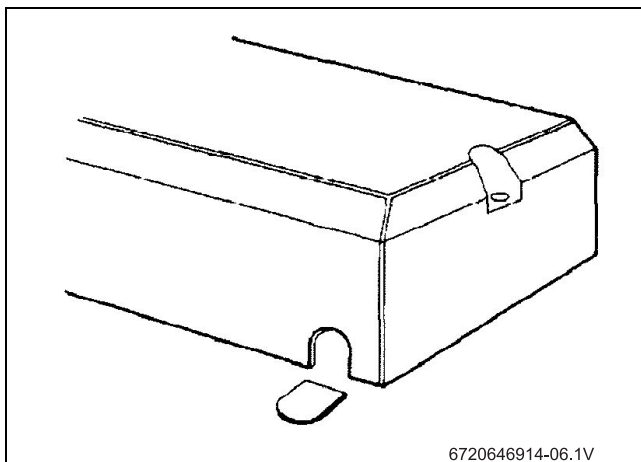

Fig. 7 Découpe de la languette du capot
- ▶ Si le passage par le bas du capot est choisi, découper la languette du capot pour mettre à nu la gaine en caoutchouc (Fig. 7):